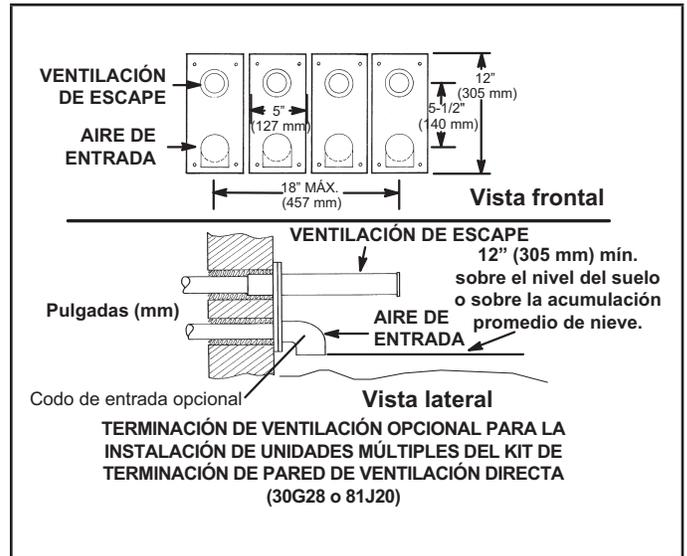

FIGURA 41
- 8 - Una instalación de calefactores múltiples puede utilizar un grupo de hasta cuatro terminaciones ensambladas juntas horizontalmente, como se muestra en la FIGURA 41.